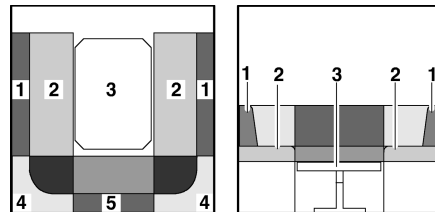

Bild 69 Während des Umbaus
- Die Sitzpolster (Bild 69,2) zur Mitte ziehen.
- Die Rückenpolster (Bild 69,1) zwischen die Sitzpolster und die Außenwand legen.
- Die Rückenpolster (Bild 69,4 und 5) abnehmen und beiseite legen.